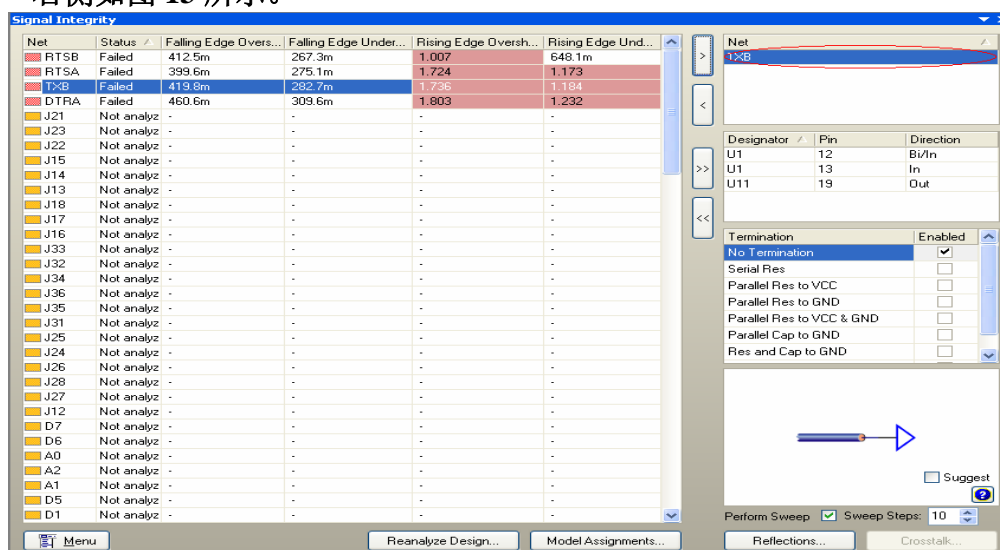

图 13
- 五、下面以图形的方式进行反射分析，双击需要分析的网络 TXB，将其导入到窗口的右侧如图 13 所示。